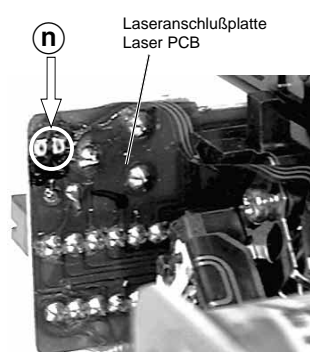

Fig. 13
Bei Ausbau der CD-Lasereinheit muß vor Abziehen der Steckverbindungen eine Schutzlötstelle ⑩ auf der Leiterplatte der Lasereinheit angebracht werden, um eine Zerstörung der Laserdiode durch statische Aufladung zu vermeiden (Fig. 13).
When removing the Laser pick-up, the pick-up PCB must be provided with a protective soldered joint ⑩ before unplugging the connectors to avoid damage to the Laser diode by static charges (Fig. 13).
Die Laserdiode ist gegen statische Aufladung beim Transport kurzgeschlossen. Nach dem Einbau und Anschluß der Lasereinheit muß die Kurzschlußlötstelle (n) (Fig. 13) auf der Laseranschlußplatte aufgelötet werden.
The laser diode is short-circuited for protection against static charges during transportation. After fitting the laser unit the soldered short circuit (n) (Fig. 13) on the laser connection board must be opened.